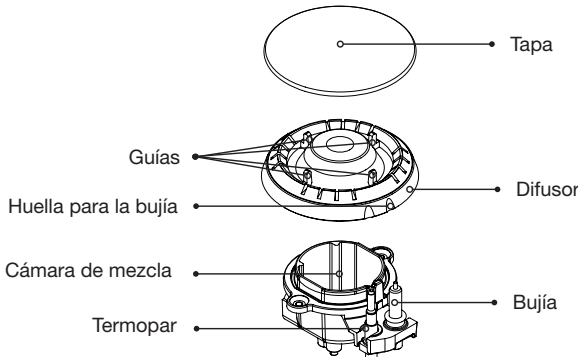

Fig. 21
Antes de iniciar el funcionamiento de los quemadores en el primer uso y cada vez que haga limpieza, verifique que la tapa esté centrada sobre el difusor ver fig. 21 a la 23 de la pag. 21.
Para un óptimo funcionamiento de su cocina, los quemadores deben estar correctamente posicionados. Para la ubicación correcta de las partes de este quemador, debe tener en cuenta la identificación de los siguientes componentes (fig. 21):
1. Identifique los componentes del quemador tal como se muestra en la fig. 21 a 23. (Pág 21).